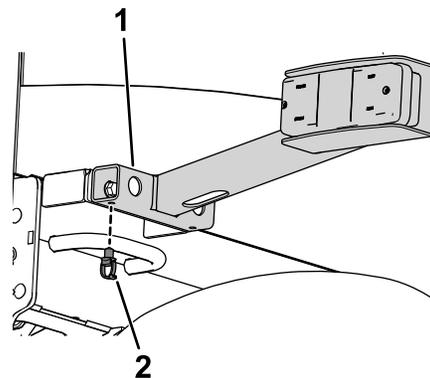
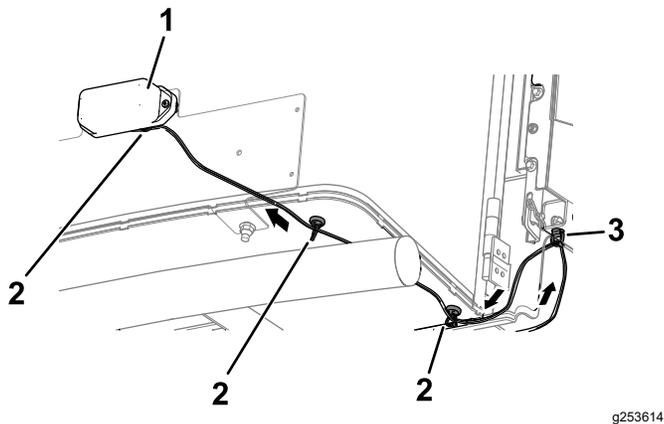

**Figura 16**
Figura 18
- Enrute el arnés de cables hasta el lado izquierdo de la máquina, como se muestra en la Figura 16.
- Conecte la rama de puesta a tierra del motor del arnés de cables al bloque de terminales de tierra (Figura 16).
- Conecte el arnés de cables a las luces traseras derecha e izquierda (Figura 16).
- Utilice el arnés adaptador largo para conectar el arnés de cables a las luces de la placa de matrícula. (Figura 16 y Figura 18).
Consulte en la Figura 18 la posición del soporte de brida magnético correspondiente en la máquina. Coloque un imán en el interior del soporte de la placa de matrícula. Enrute el arnés adaptador a través del clip con brida que instaló en el paso anterior.
- Siga enrutando el arnés de cables por el larguero derecho del bastidor (Figura 16).
- Conecte el terminal de anillo al motor de arranque (Figura 16).
- Conecte el arnés de cables a la baliza (Figura 16).
- Conecte el arnés de cables al interruptor de punto muerto (Figura 16).